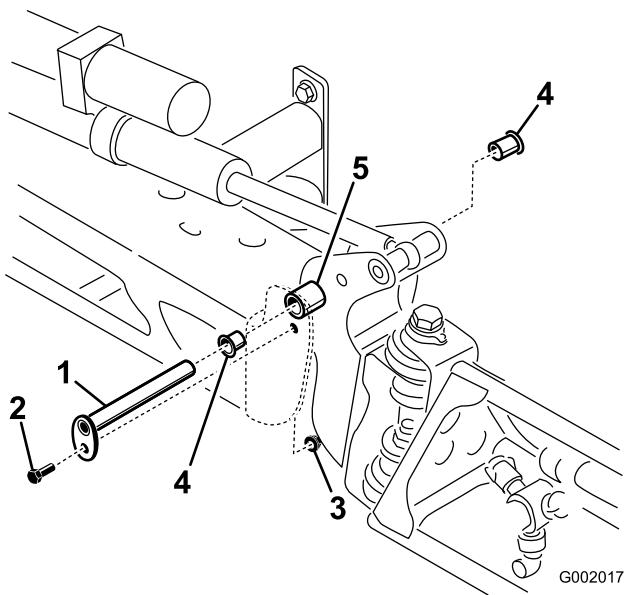

Figura 72
3. Com o peso da rampa suportado, retire o parafuso e a porca que seguram o pino de articulação à rampa (Figura 72). Retire o pino de articulação.
5. Retire e inspeccione as buchas de nylon dos lados dianteiro e traseiro do suporte de articulação (Figura 72). Substitua todas as buchas danificadas.
7. Monte a rampa e o apoio da articulação no chassis alinhando as aberturas (Figura 72).